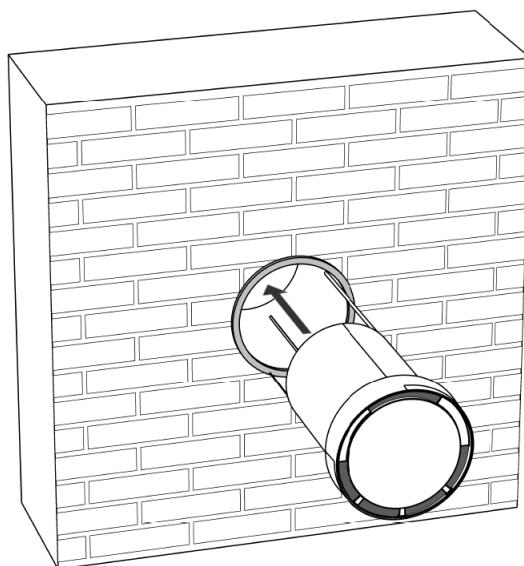

Figure 15 - Montage du chapeau de ventilation
1. Enfoncez le chapeau de ventilation dans le mur depuis l'extérieur (voir Figure 15 ci-dessous).